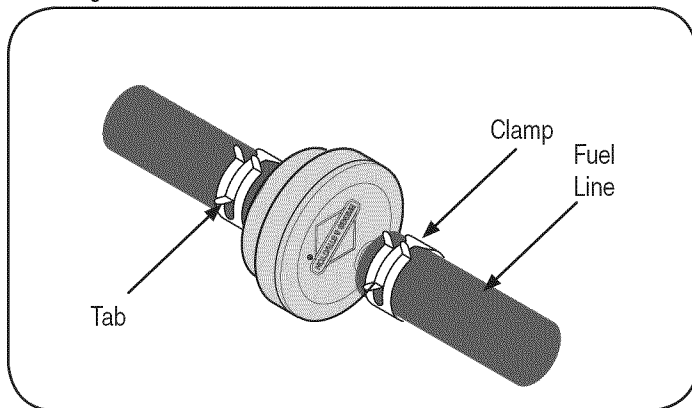

Figura 12
1. Use pinzas para apretar las pestañas de la abrazadera (el lado de la línea de fuera del filtro de combustible), a continuación, deslice la abrazadera lejos del filtro de combustible. Twist y tirar de la línea de combustible fuera del filtro de combustible. Véase la figura 12.